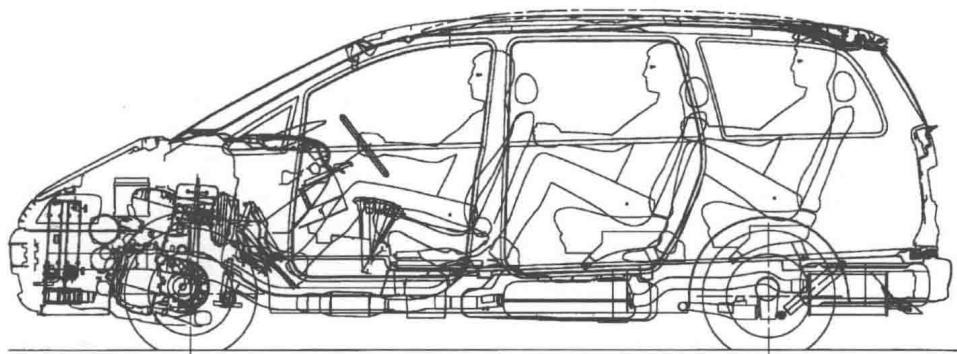

图 1-10 大众夏朗 Van
7) Van。图 1-10 所示为大众 (Volkswagen) 夏朗 Van。